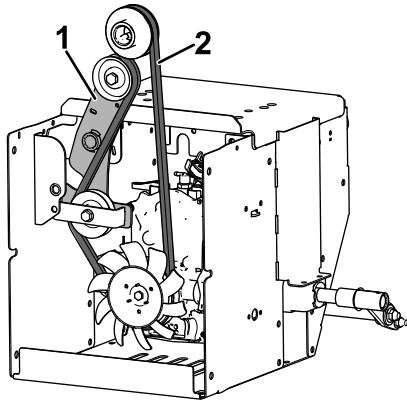

Figura 20
7. **Si se reutiliza la correa de tracción**, dirija la correa tal y como se muestra a continuación (Figura 20).
- A. Enrute la correa de tracción alrededor del conjunto de transmisión hidrostática (Figura 20).
- B. Instale las 2 poleas de tracción sobre el cigüeñal y enrute la correa de tracción entre las poleas (Figura 20).